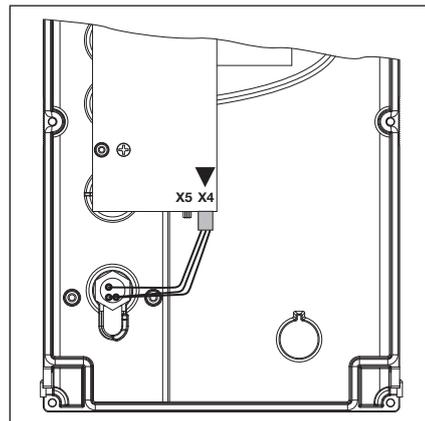

Abb. 6-54: Anschluss des Miniaturschlusses, Deckelinnenseite, von X5 nach X4 umstecken
1. Die Steuerung öffnen und den Anschluss des Miniaturschlusses an der Tastaturplatine im Deckel umstecken (siehe Abb. 6-54).